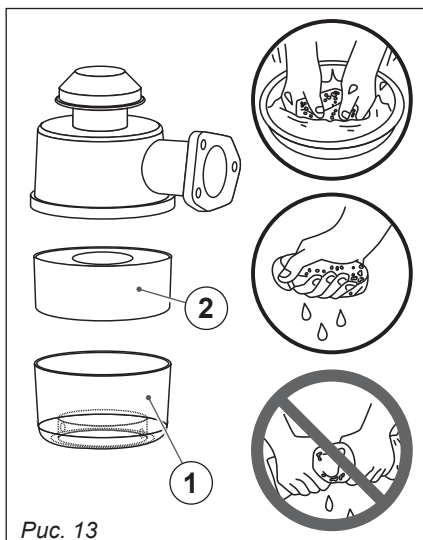

Рис. 13
с масляной ванной и поролоновым фильтрующим элементом. Для проведения обслуживания отсоедините нижнюю емкость (1) и извлеките сменный картридж (2) (рис. 13).